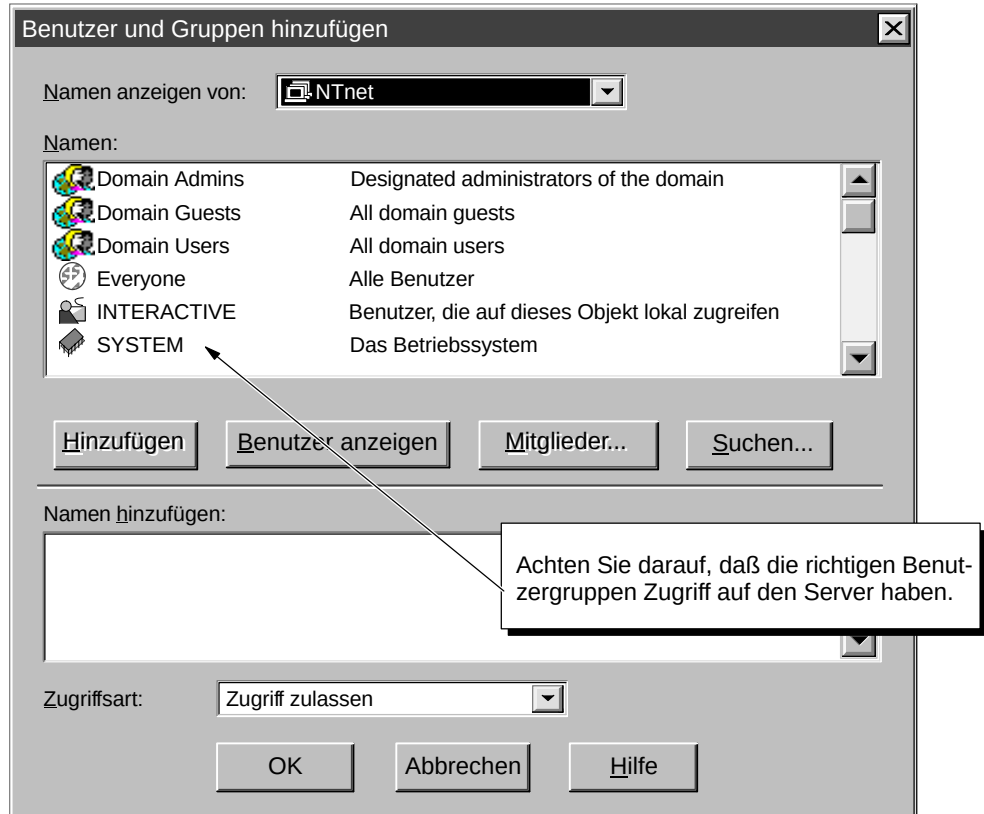

Bild E-11 Ändern der Zugriffsberechtigungen für Benutzer und Gruppen
3. Ist die Option "Everyone" (oder die gewünschte Benutzergruppe) nicht in der Liste "Namen" im Dialogfeld "Berechtigungen" enthalten, klicken Sie auf die Schaltfläche "Hinzufügen", um das Dialogfeld "Benutzer und Gruppen hinzufügen" aufzurufen (siehe Bild E-11).
4. Ergänzen Sie im Dialogfeld "Benutzer und Gruppen hinzufügen" (Bild E-11) Benutzer/Gruppen wie gewünscht.